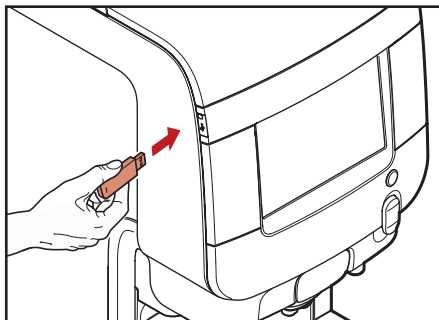

Bild 6.1 - Sätt i operatörens USB-nyckel
- Sätt i operatörens USB-nyckel (bild 6.1)